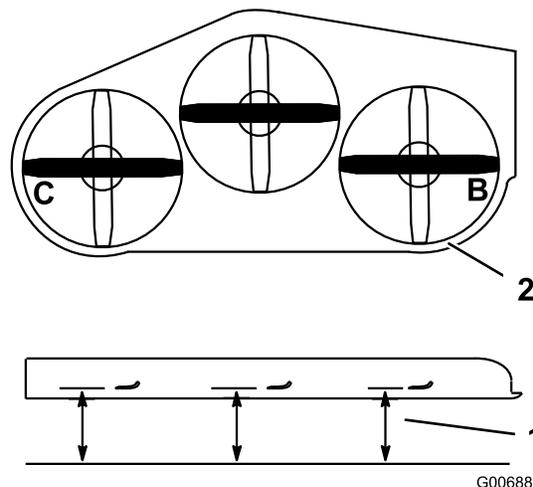

Figura 82
3. Posicionar as lâminas lado a lado. Medir nas localizações **B** e **C** desde uma superfície nivelada até à aresta de corte das pontas das lâminas (Figura 82).